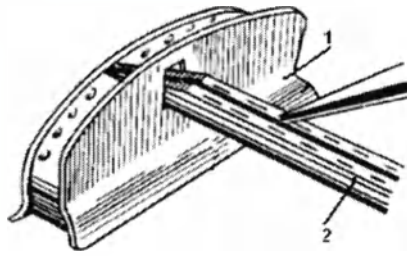

Рисунок 3. Зарядка аппарата скобками:
8.1. Зарядка аппарата скобками производится перед стерилизацией. Для этого вставьте конец губки **1** скобочной половины в окно универсальной подставки **1** (рис.3).